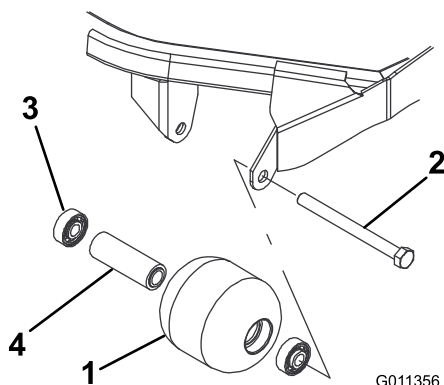

Figure 74
- Retirez le boulon de fixation du galet (Figure 74).
4. Vérifiez l'état du logement de roulements, des roulements et de la douille d'écartement (Figure 74) Remplacez les composants endommagés et procédez au remontage.
1. Enfoncez le premier roulement dans le logement à la presse (Figure 74). Exercez la pression uniquement sur la bague extérieure ou uniformément sur les bagues intérieure et extérieure.
2. Insérez l'entretoise (Figure 74).
3. Enfoncez le second roulement dans le logement (Figure 74) en exerçant une pression uniforme sur les bagues intérieure et extérieure jusqu'à ce que la bague intérieure rencontre la douille d'écartement.